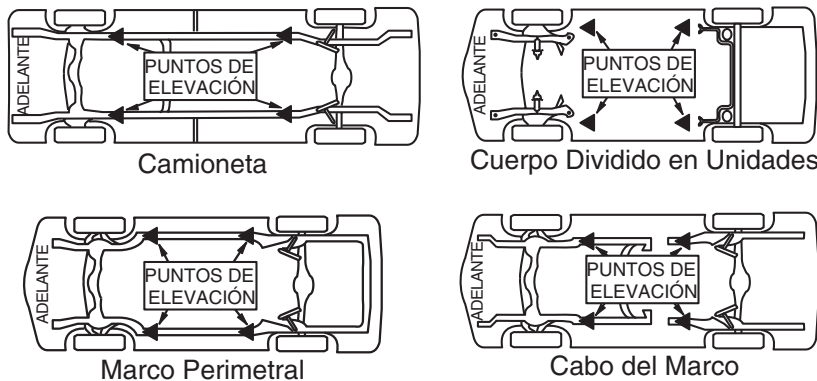

Fig. 2
3. Carga: Gire los brazos por debajo del vehículo y coloque los adaptadores en los puntos de elevación recomendados por el fabricante, Fig. 2. Use los adaptadores intermedios, de escalón alto o los opcionales para espacio debajo de la carrocería cuando sea necesario.